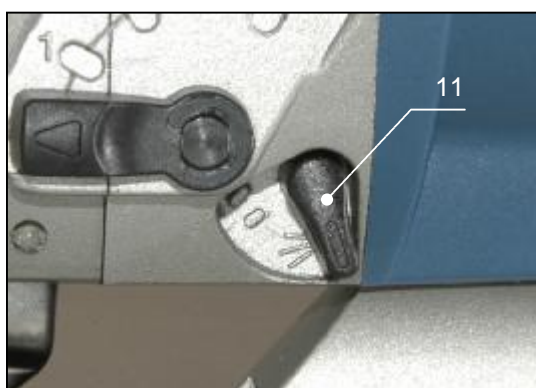

Рис.8
- Раздув опилок применяется при резке древесины, пластика и других материалов (при обработке, которых образуется большое количество опилок). Для подачи направленного потока воздуха в область резки, необходимо рычаг (поз.11, рис.8) перещёлкнуть в положение «раздув».